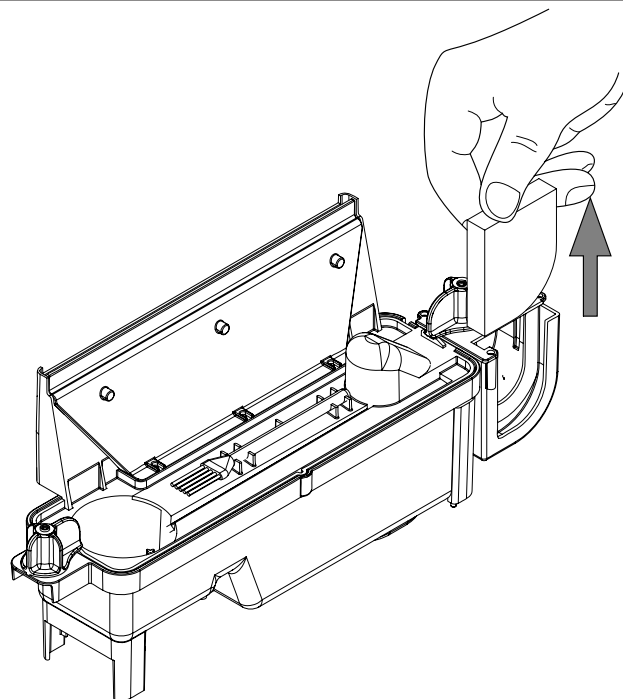

Fig.11
3. Far scivolare delicatamente il filtro dell'aria verso l'alto fino a farlo uscire dal portafiltro in plastica (vedere Fig. 11).